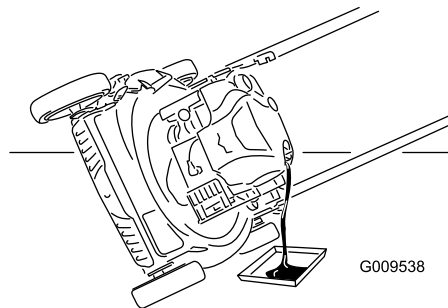

Рисунок 26
7. Переверните машину на одну сторону так, чтобы маслозаливная горловина была направлена вниз, для слива отработанного масла через маслозаливную горловину на поддон для сбора масла (Рисунок 26).